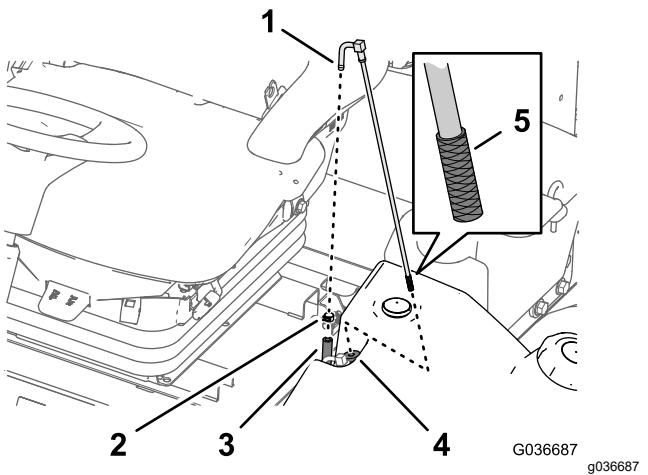

Figura 46
1. Rimuovete la fascetta stringitubo che fissa il flessibile di alimentazione del carburante al raccordo del tubo di adduzione del carburante (Figura 46).
2. Separate il flessibile dal raccordo (Figura 46).
3. Sollevate il tubo di adduzione del carburante dal serbatoio del carburante (Figura 46).
4. Pulite eventuali detriti dalla griglia all'estremità del tubo di adduzione del carburante (Figura 46).
5. Inserite il tubo di adduzione del carburante attraverso la boccola in gomma e nel serbatoio (Figura 46).